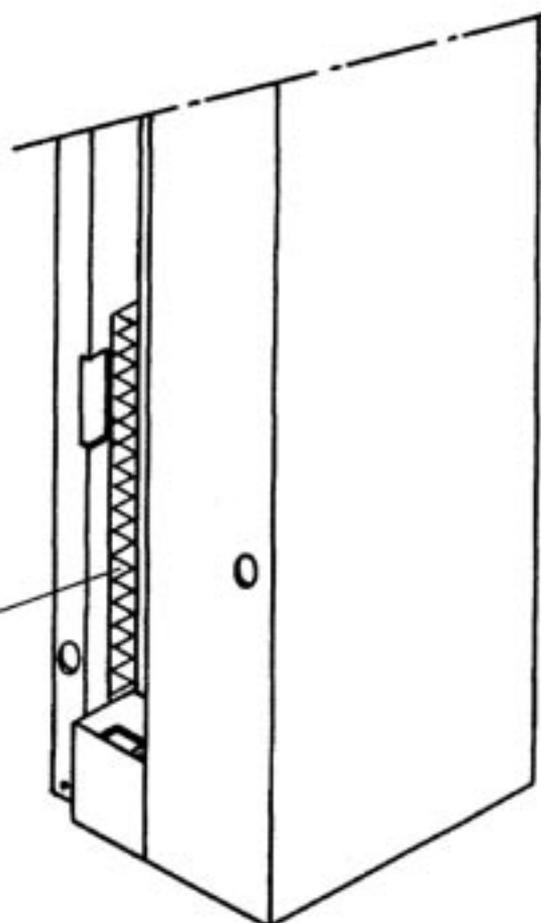

Figure 17
- b) A l'intérieur des coulisses verticales : en position basse, sur la face coté intérieur (40). (FIGURE 17)